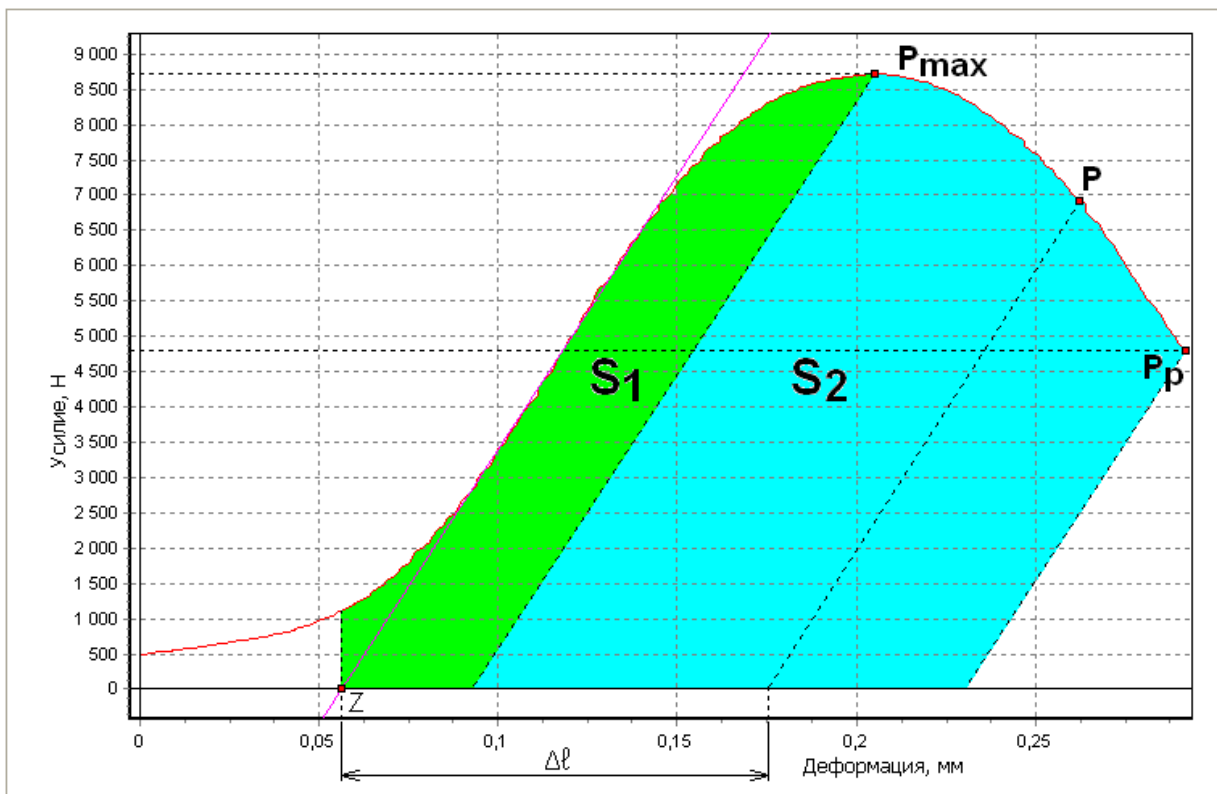

Рис. 21. Определение удлинения по пластической деформации от точки Z
- По пластической деформации от точки  $Z$  (рис. 21).